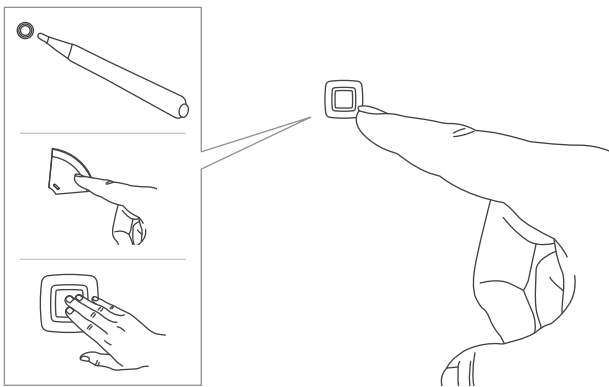

Abbildung 6
- Halten Sie die Systemtaste für 4 s gedrückt Abb. 6 und legen Sie gleichzeitig die Batterie ein. Achten Sie dabei auf die korrekte Polaritätsmarkierung.